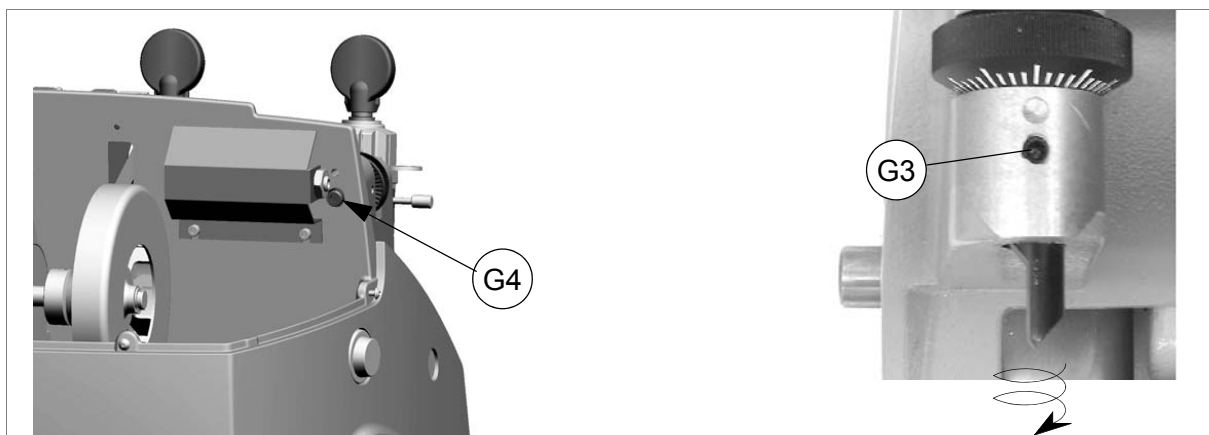

Fig. 68
- 2) Loosen the screw (G4) (fig. 68).